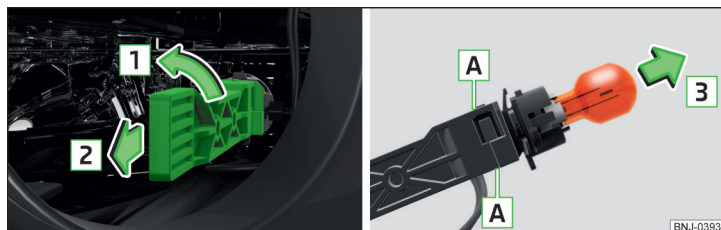

Fig. 289 Înlocuirea becului luminii de semnalizare față
- » Rotiți dulia împreună cu becul incandescent în sensul săgeții **1** » fig. 289.